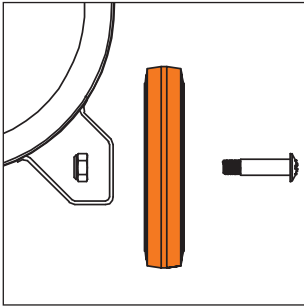
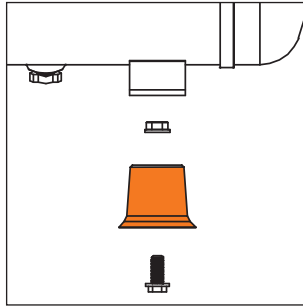

Рис. 8
Рис. 9
- Для моделей компрессоров **DAC 240S / DAC 250SS / DAC 480S** установите на нижнюю часть ресивера колеса (Рис. 8) и резиновые опоры (амортизаторы) (Рис. 9).